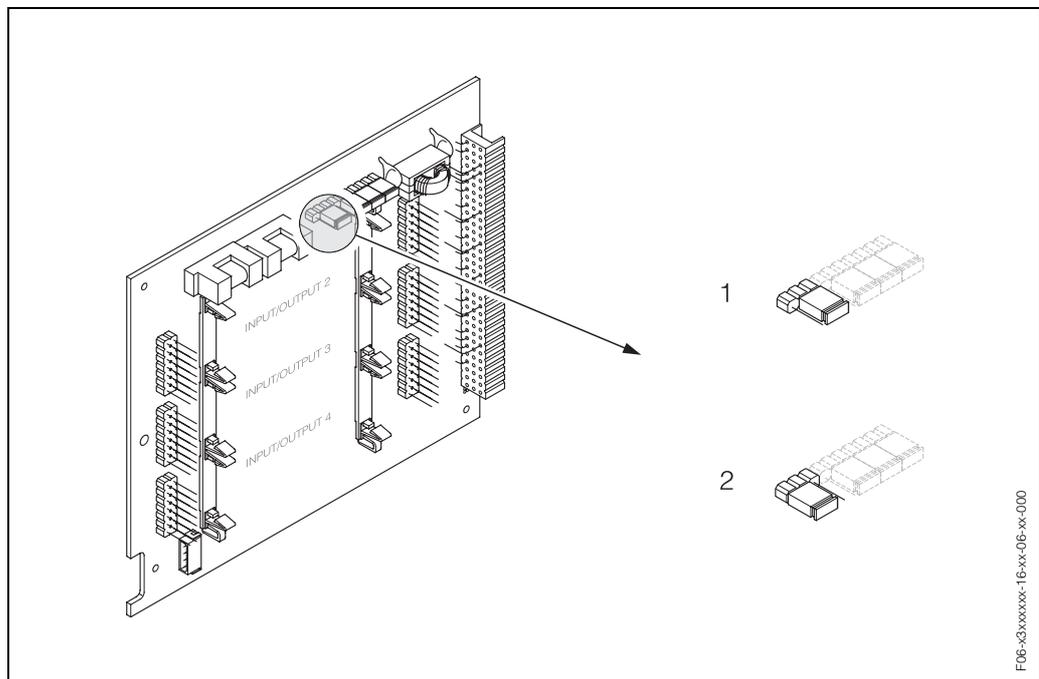

Abb. 47: HART-Schreibschutz ein-/ausschalten (I/O-Platine)
3. HART-Schreibschutz mit Hilfe der Steckbrücke ein- oder ausschalten (Abb. 47).